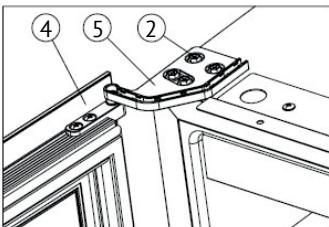

Рисунок 6
⇨ Переверните дверь ④ на 180 градусов и вставьте правую нижнюю петлю ⑤, затяните винты M5*16 ② (Рисунок 6).